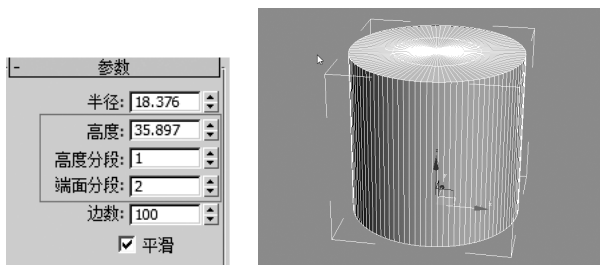

图 4-67 创建圆柱
Step9:下面开始制作“瓶盖”部分,选择“”创建面板→“”(几何体)→标准基本体→圆柱,边数为100,高度分段为3,端面分段为2,如图4-67所示。